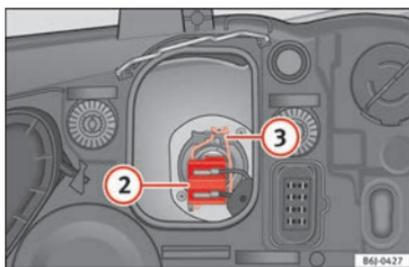

Fig. 185 Luz de cruce.
- Extraiga el conector » fig. 185 ② de la lámpara.
- Desenganche el resorte retentor » fig. 185 ③ presionándolo hacia dentro y a la derecha.